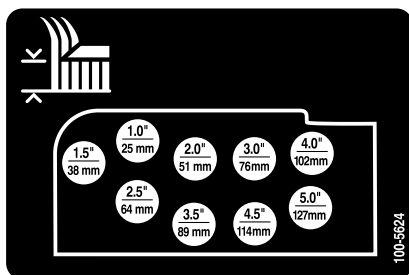

Рисунок 17
9. Закрепите цепи для изменения высоты скашивания в требуемом отверстии с помощью шплинтуемого штифта и игольчатого шплинта (Рисунок 17).